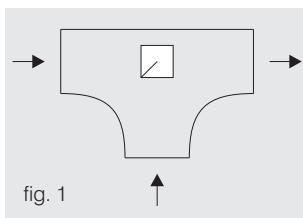

fig. 1
- Il est toujours nécessaire de positionner le servomoteur sur mi-course (milieu de l'échelle graduée) avant de le monter sur la vanne également en position mi-course (voir repère sur l'axe de la vanne des figures 1 à 6).